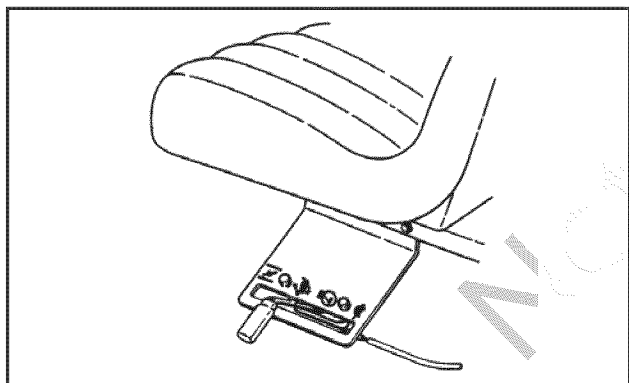

FIGURA 7
- Mueva el control de velocidad del motor (Figura 7) hasta la posición de ESTRANGULACIÓN para arrancar un motor que esté frío.